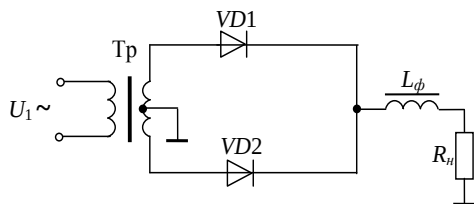

Рис. 5. 4
5.3. Для схемы двухполупериодного выпрямителя с индуктивным сглаживающим фильтром (рис. 5. 4) определить коэффициент сглаживания q , если известно, что амплитуда напряжения вторичной обмотки трансформатора $U'_{2m} = 300$ В, выпрямленный ток, проходящий через нагрузку $I_0 = 200$ мА, частота сети $f_c = 50$ Гц, индуктивность дросселя $L_\phi = 10$ Гн.
5.4. В схеме однополупериодного выпрямителя (см. рис. 5. 1) на